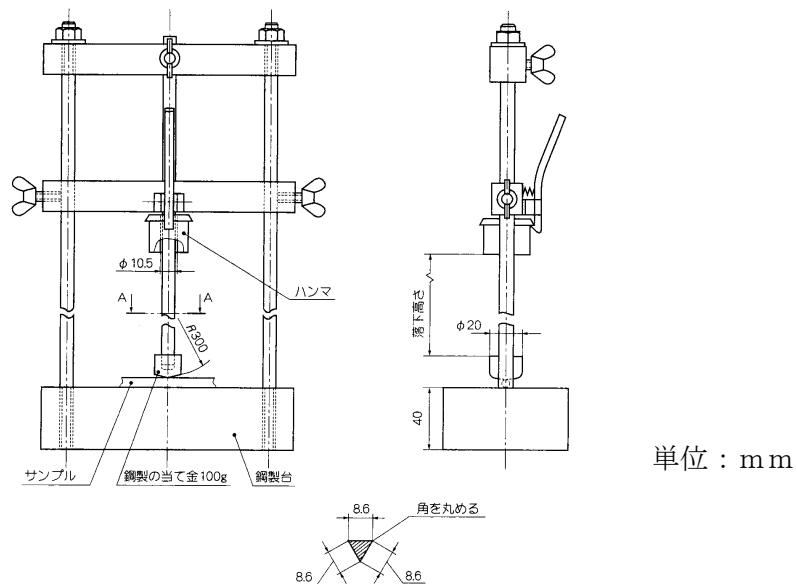

図 1. 衝撃試験装置
- (1) 試験は 12 個のサンプルについて行います。
- (2) 試験装置は、図 1 に示すものを使用し、この装置のおもりの質量は $2.0\text{kg}^{+1}_0\%$ とし、落下高さは $100\pm 1\text{mm}$ とします。
- (3) 冷蔵庫にてサンプルを $-25\pm 2^\circ\text{C}$ の温度に 2 時間、又はサンプルが規定の温度に達するか、いずれか長い方の時間が経過した後に冷蔵庫から取り出してから 10 秒以内にサンプルを試験装置の鋼製台の上に置き、おもりを 1 回落下させます。
- (4) 試験は、サンプルの最も弱い部分で行いますが、電線管接続口の端部より 5mm 以内の箇所には衝撃を加えないものとします。